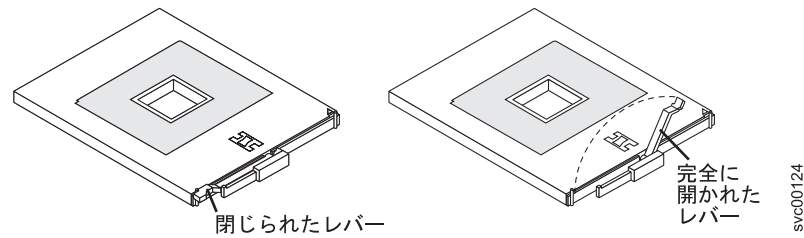

図 72. アームがロックされた状態と完全に開いた状態のマイクロプロセッサ
7. マイクロプロセッサ・ソケットのレバー・アームを回して最大垂直位置にします。図 72 を参照してください。